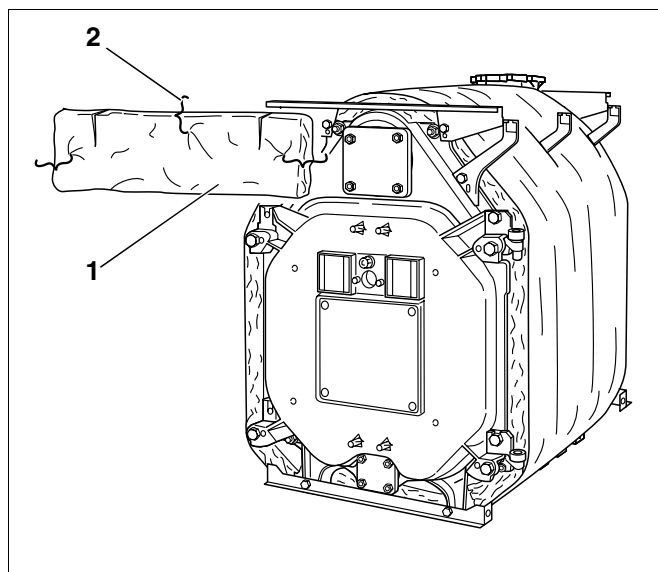

Fig. 44 Montering av fremre isolasjon
- Legg den firkantede isolasjonen (Fig. 44, **Pos. 1**) over døren foran med innsnittene opp.
- Fest isolasjonen til blokkisolasjonen ved hjelp av 3 spennfjærer (Fig. 44, **Pos. 2**).